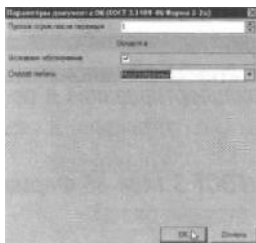

Рисунок 79
34. В открывшемся окне установите количество строк, которые необходимо оставлять пустыми после текста перехода (рис. 79). Укажите 1, поставьте галочку в ячейке Условное обозначение и нажмите кнопку ОК